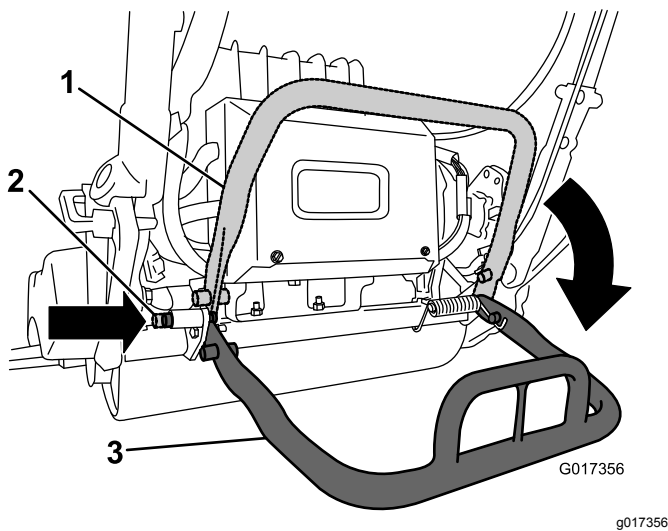

Figura 6
2. Abbassate il cavalletto e spingete il perno di bloccaggio per bloccare il cavalletto in posizione di manutenzione (Figura 6). Lasciate che la macchina poggi sul perno del cavalletto bloccato.